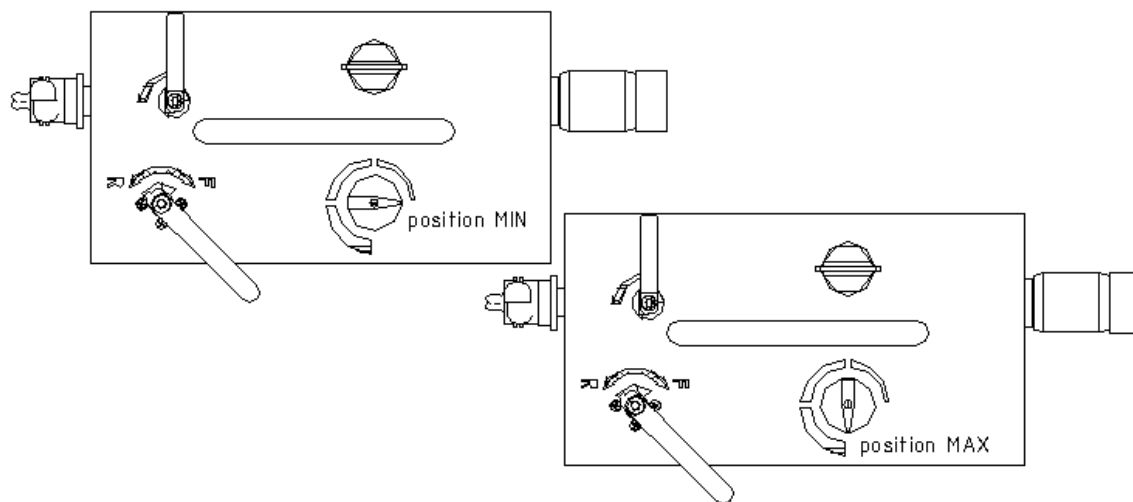

Figura 9.1.1
- Porniti racheta pentru 20 de secunde cu lubrifiere maxima (Figura 9.1.1)